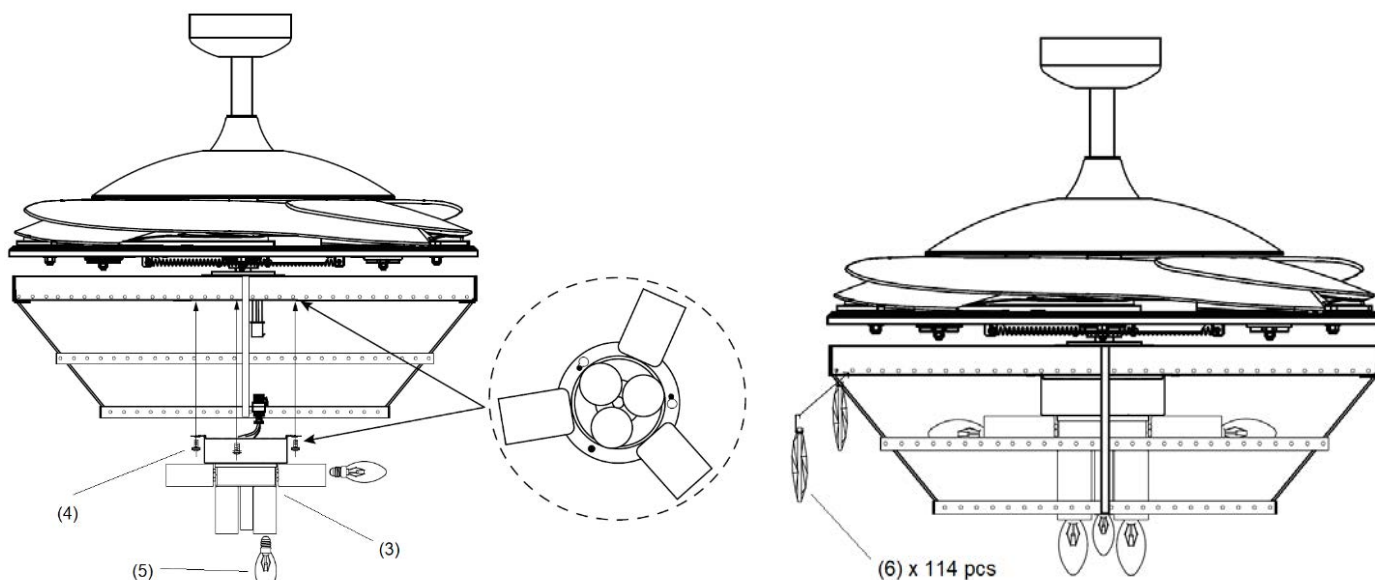

Fig. 7
4. Collegare il connettore rapido al portalampada (3) (Fig. 7).
5. Fissare il portalampada (3) alla staffa del kit luce serrando le 3 viti (4). Non avvitarle eccessivamente.
6. Installare le lampadine (5) sui portalampada. Non superare la potenza in ingresso massima.
7. Installare le gocce decorative (6) sul kit luce.